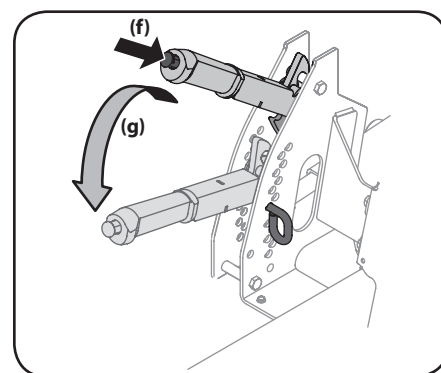

Figure 3-4
3. Pressez le bouton du levier de relevage du plateau de coupe (f), relevez le levier légèrement pour le décrocher de l'index, puis placez-le dans le trou correspondant à la hauteur de coupe désirée (g). Voir Figure 3-4.